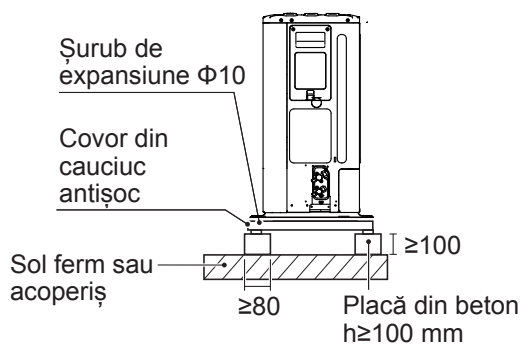

Fig: 6-3
- Dacă apa nu se scurge cu ușurință din unitate, montați unitatea pe o fundație din blocuri de beton etc. [înălțimea fundației trebuie să fie de aproximativ 100 mm (consultați Fig. 6-3)].